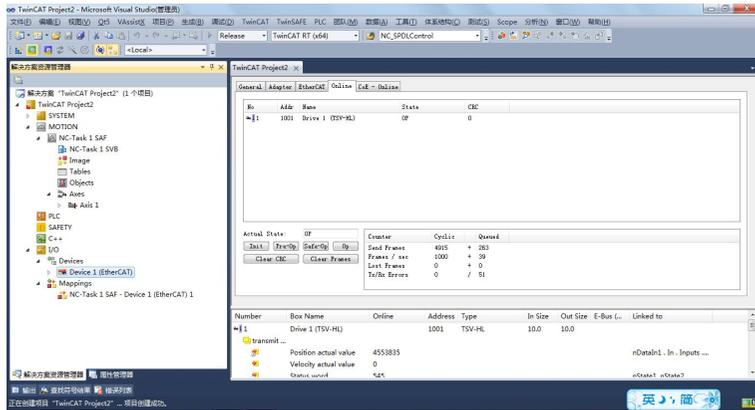

图 10
8、使用工业网线连接主站网口和伺服驱动器的 X5A 接口，驱动器上电，选择 TwinCAT 菜单 Activate configuration，查看主站在线设备列表（图 10），已连接从站伺服驱动器一台，并切到了 OP 状态。